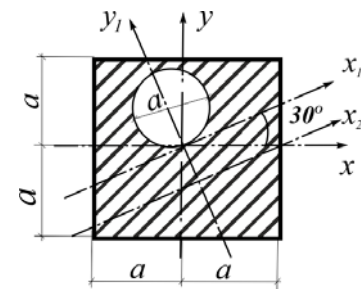

Рис.3.6
3.6. Определить момент инерции заштрихованной фигуры относительно центральной оси  $x_2$  параллельной  $x_1$  (рис.3.6).